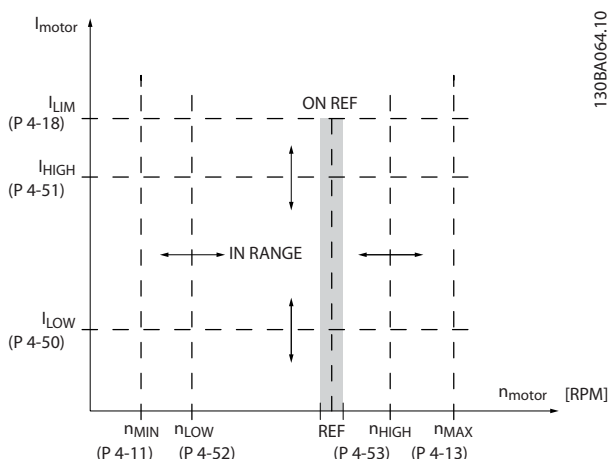

图 3.20
0.00 A* [0.00 - par. 4-51 A]	输入 ILOW 值。当电动机的电流低于该极限 (ILOW) 时, 显示屏将显示“电流过低”。可将信号输出设置为在端子 27 或 29 以及继电器输出 01 或 02 上产生状态信号。请参考 图 3.20。
输出 01 或 02 上产生状态信号。请参考 图 3.20。
Size related* [par. 4-52 - par. 4-13 RPM]	输入 nHIGH 值。当电动机速度超过该极限 (nHIGH) 时, 显示屏将显示“速度过高”。可将信号输出设置为在端子 27 或 29 以及继电器输出 01 或 02 上产生状态信号。请在变频器正常工作范围内设置电动机速度的信号上限 nHIGH。请参考 图 3.20。